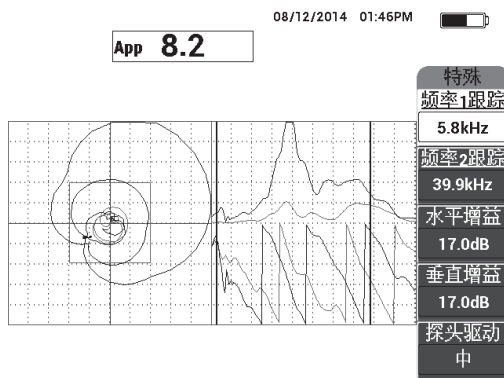

图 6-59 频率频谱图（屏幕右侧）
5. 慢慢地在缺陷上进行扫查，仔细观察频率的频谱图（右侧视图），特别是波幅分量（右图的上部）（参见第 163 页的图 6-59）。